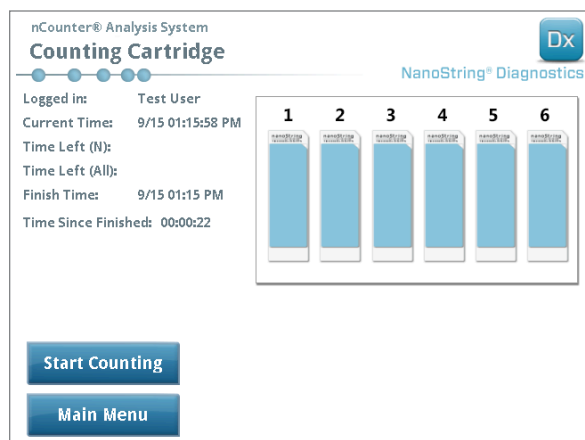

FIGURA 6.8: la pantalla "Counting Cartridge" (Recuento de cartucho) con seis cartuchos completados
7. Una vez finalizado el escaneo de un cartucho, el usuario recibirá una notificación por correo electrónico y la pantalla de procesamiento indicará que el cartucho se ha completado (FIGURA 6.8). Después de recibir la notificación por correo electrónico de que el escaneo ha finalizado, quite el cartucho completado. Si se produce un error en el instrumento o no está disponible, guarde el cartucho en una caja opaca (para protegerlo de la luz) a 4 °C durante una semana como máximo. Póngase en contacto con dxsupport@nanosttring.com para obtener ayuda.